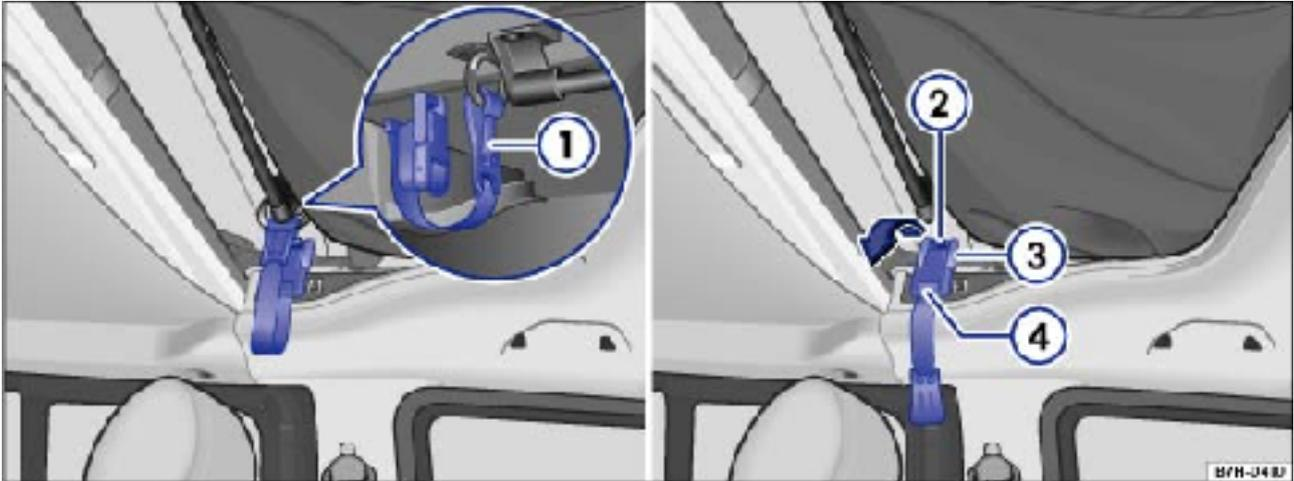
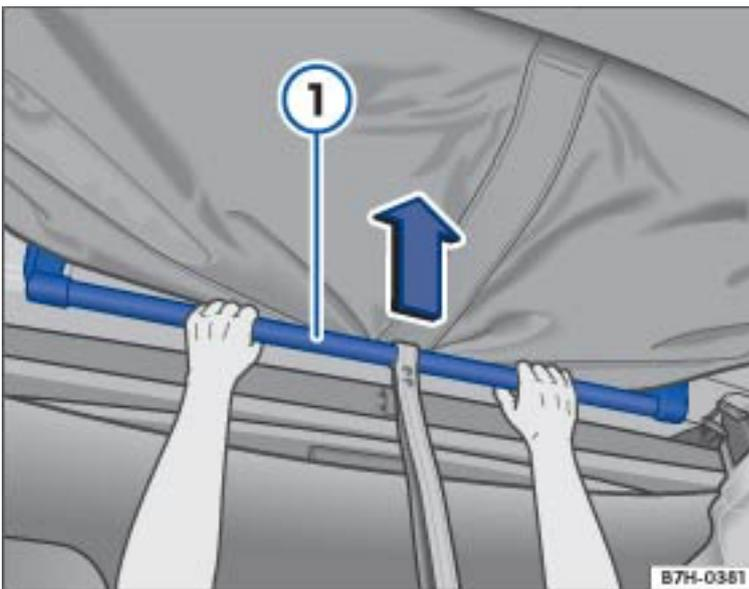

Fig. 2 Dans le ciel de pavillon : détachement du crochet de la bande de retenue (à gauche) et déverrouillage de la coque de pavillon (à droite)
Fig. 3 Ouverture du toit relevable
- Détachez de chaque côté le crochet ⇒ Fig. 2① de la bande de retenue de l'œillet de fixation.
- Tirez de chaque côté l'étrier ④ vers l'avant et ouvrez les verrouillages de la coque de pavillon.
- Tirez de chaque côté la traverse ③ par dessus le crochet d'arrêt ② dans le sens de la flèche.
- Repoussez vigoureusement et uniformément vers le haut la barre de maintien ⇒ Fig. 3① avec les deux mains.